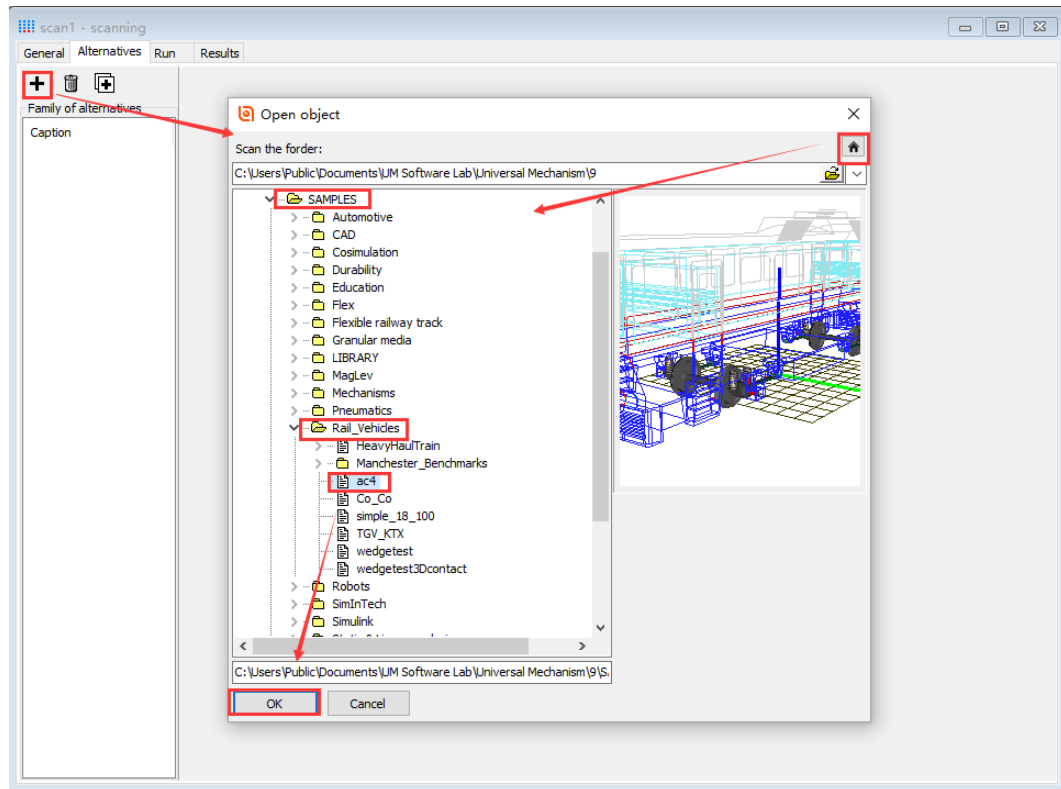

图 3.6
3. 在弹出对话框，找到 AC4 模型，如图 3.6 所示。